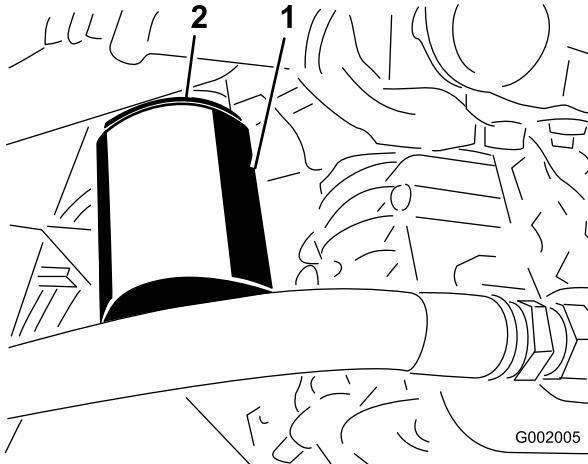

Figure 68
- Retirez le filtre (Figure 68).